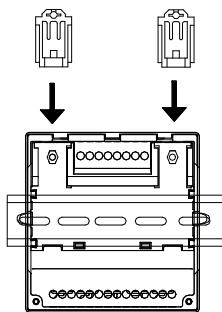
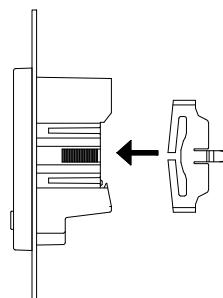

图 4 探测器导轨安装方式
图 5 探测器嵌入式安装方式及开孔尺寸
2、探测器可采用导轨式安装方式, 采用标准 35mm 导轨安装。如图 4 所示。也可以采用嵌入式安装。如图 5 所示。开孔尺寸 (93mm×93mm)。